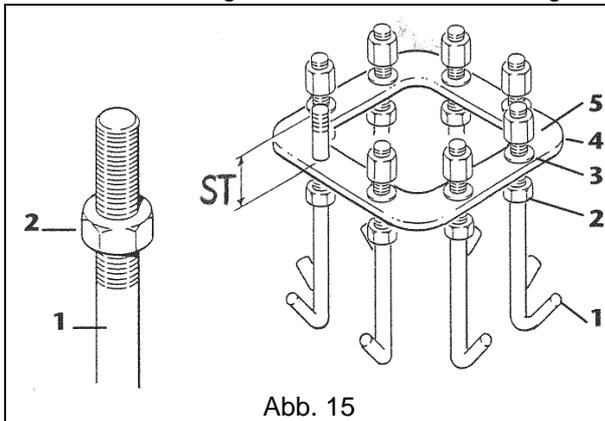

Abb. 15
1. An sämtlichen Ankerschrauben **1** die Flachmutter **2** festschrauben und dabei einen Gewindeabschnitt in der Höhe **ST** überstehen lassen (Abb. 15) - (für den Überstand **ST** siehe „Befestigungssysteme“ auf S. 14).